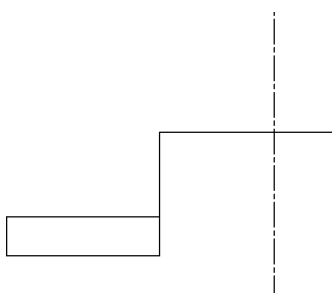

图 3-38 合并单元
4) 执行“合并单元”命令(amjoin), 对图形进行编辑修剪; 执行“修剪”命令(tr)对图形进行修剪, 如图 3-38所示。